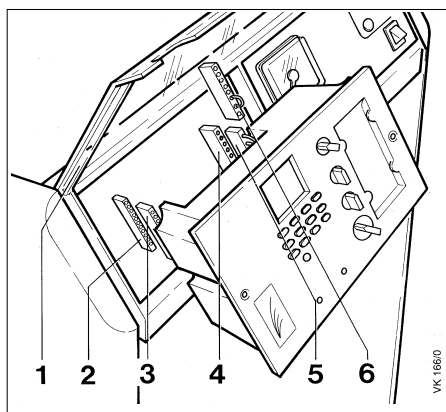

Рис.7 Монтаж регулятора VRC
- Рис. 7
С помощью отвертки удалить заглушку монтажной ниши для регулятора VRC. Вытащите заглушку из штекерного гнезда (поз. 4 Рис.7) и оставьте в её в пульте управления. Воткните штекер (3) и (5) в гнезда (2) и (4) соответственно. Штекеры имеют защиту от неправильного включения. Схему электрических соединений смотрите в инструкции по монтажу регулятора VRC. Регулятор VRC вставить в монтажную нишу и закрепить его крепежными винтами с крестообразными шлицами.